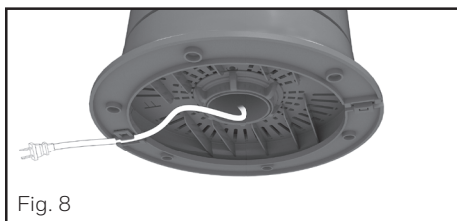

Fig. 8
- Le cordon du ventilateur peut sortir d'un côté ou de l'autre de la base; choisissez celui qui est le plus près de votre prise de courant (Fig. 8).